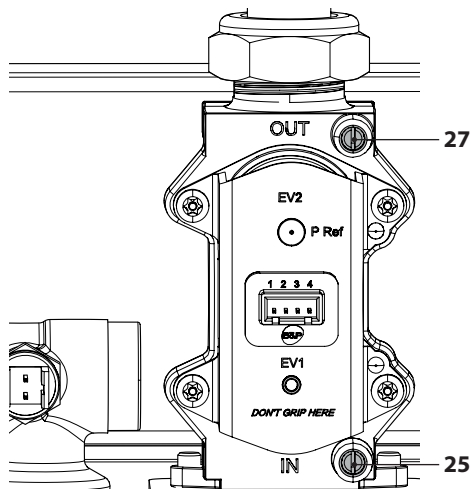

Figura 7.1
- A caldaia spenta (fuori servizio), controllare la pressione di alimentazione utilizzando la presa 25 in Figura 7.1 e confrontare il valore letto con quelli riportati nella tabella Pressioni di alimentazione gas nella sezione "Dati tecnici M300CB.1616 SV" a pag. 26, "Dati tecnici M300CB.2025 SV" pag. 30 e "Dati tecnici M300CB.3035 SV" pag. 34.
- Richiudere bene la presa di pressione 25 in Figura 7.1.